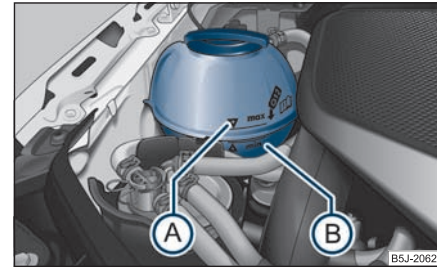

Abb. 183 Motorraum: Kühlmittel-Ausgleichbehälter
- Prüfen Sie den Kühlmittelstand am Kühlmittel-Ausgleichbehälter \Rightarrow Abb. 183. Der Kühlmittelstand muss bei kaltem Motor zwischen den Markierungen „MIN“ (B) und „MAX“ (A) liegen. Bei warmem Motor kann er auch etwas über der Markierung „MAX“ liegen.
- Legen Sie einen Lappen auf den Verschlussdeckel des Kühlmittel-Ausgleichbehälters ⇒ Seite 189, Abb. 183 und schrauben Sie den Deckel **vorsichtig** links herum ab ⇒ .